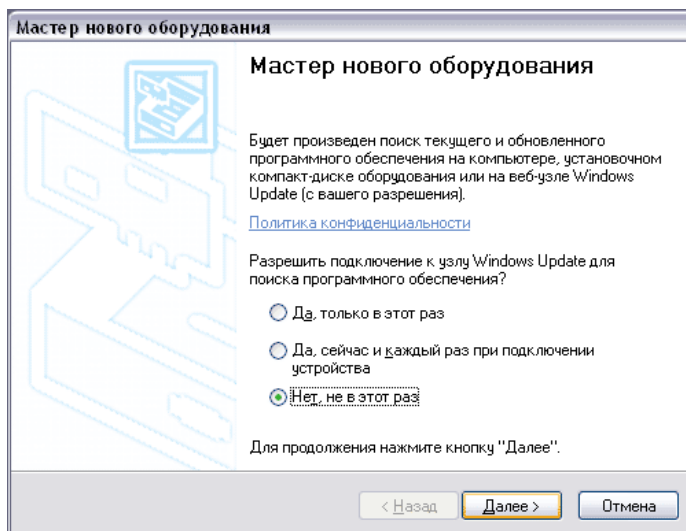

Рис. 2.2.
2.2.1.4. На запрос операционной системы о разрешении подключения к узлу Windows Update выбрать пункт – «Нет, не в этот раз» (рис. 2.2) и нажать кнопку «Далее»